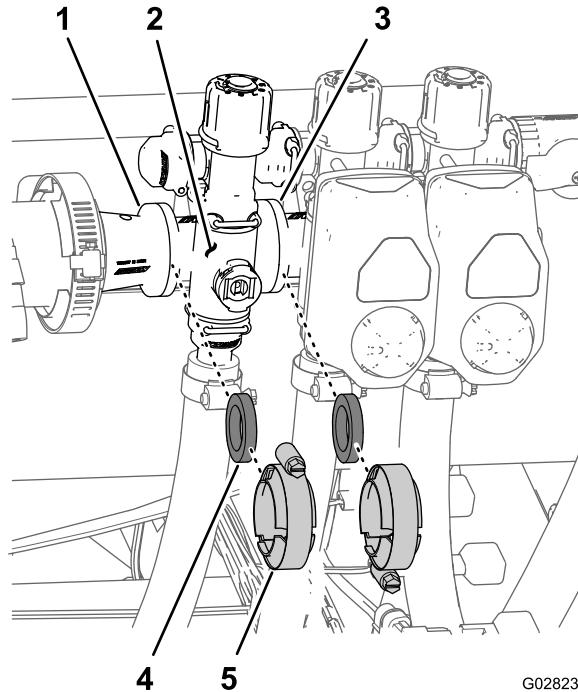

Figura 94
1. Togliete i morsetti e le guarnizioni che fissano il collettore della valvola di sezione (Figura 94) alla valvola di sezione adiacente (nel caso della valvola di sezione sinistra, anche il giunto del riduttore).